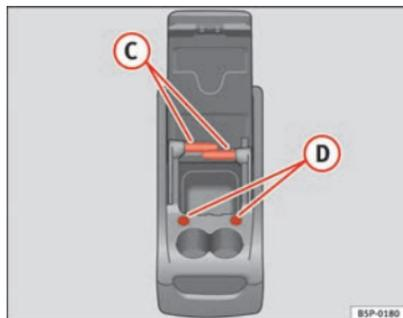

Fig. 116 Portaobjetos móvil. Funciones
Para utilizar la mesa (C) ⇒ fig. 116, se ha de extraer de su alojamiento en el lateral del portaobjetos móvil y colocarla en su alojamiento (D) ⇒ fig. 116 en la parte frontal del portaobjetos móvil.